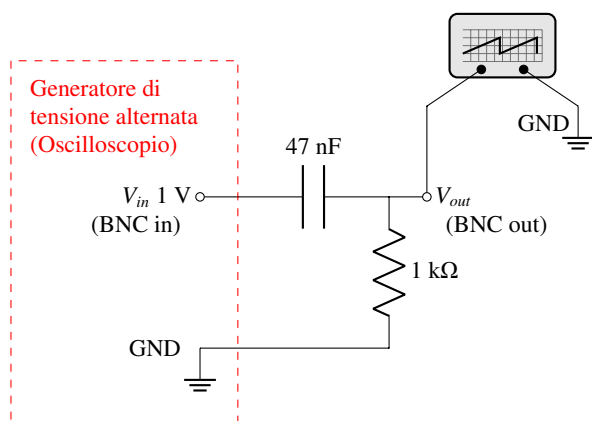

Figura 1 Circuito utilizzato per il filtro passa-alto progettato nell'esperienza, i valori di R e C sono i valori nominali riportati sul componente.
Realizziamo un circuito come quello presente in Figura 1. Utilizziamo l'oscilloscopio sia come generatore di segnale sinusoidale che come rivelatore. Utilizzando uno sdoppiatore BNC a T possiamo dividere il segnale in uscita, e portare così uno dei due impulsi all'ingresso 1 dello strumento, per poter visualizzare e misurare la tensione in entrata (v_{in}) e il suo periodo (T). Il secondo cavo BNC lo portiamo ad uno degli ingressi della base di lavoro. In questo modo abbiamo che tutta la base di lavoro viene messa a massa (*o a terra?*) e che un pin è posto alla tensione v_{in} alternata.